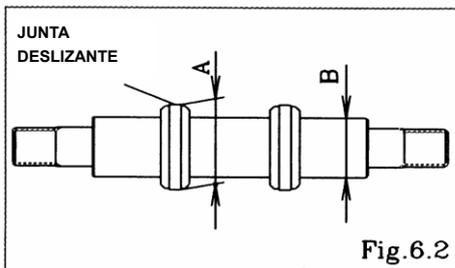

Fig.6.2
- Conjunto del pistón central [Fig. 6.2]